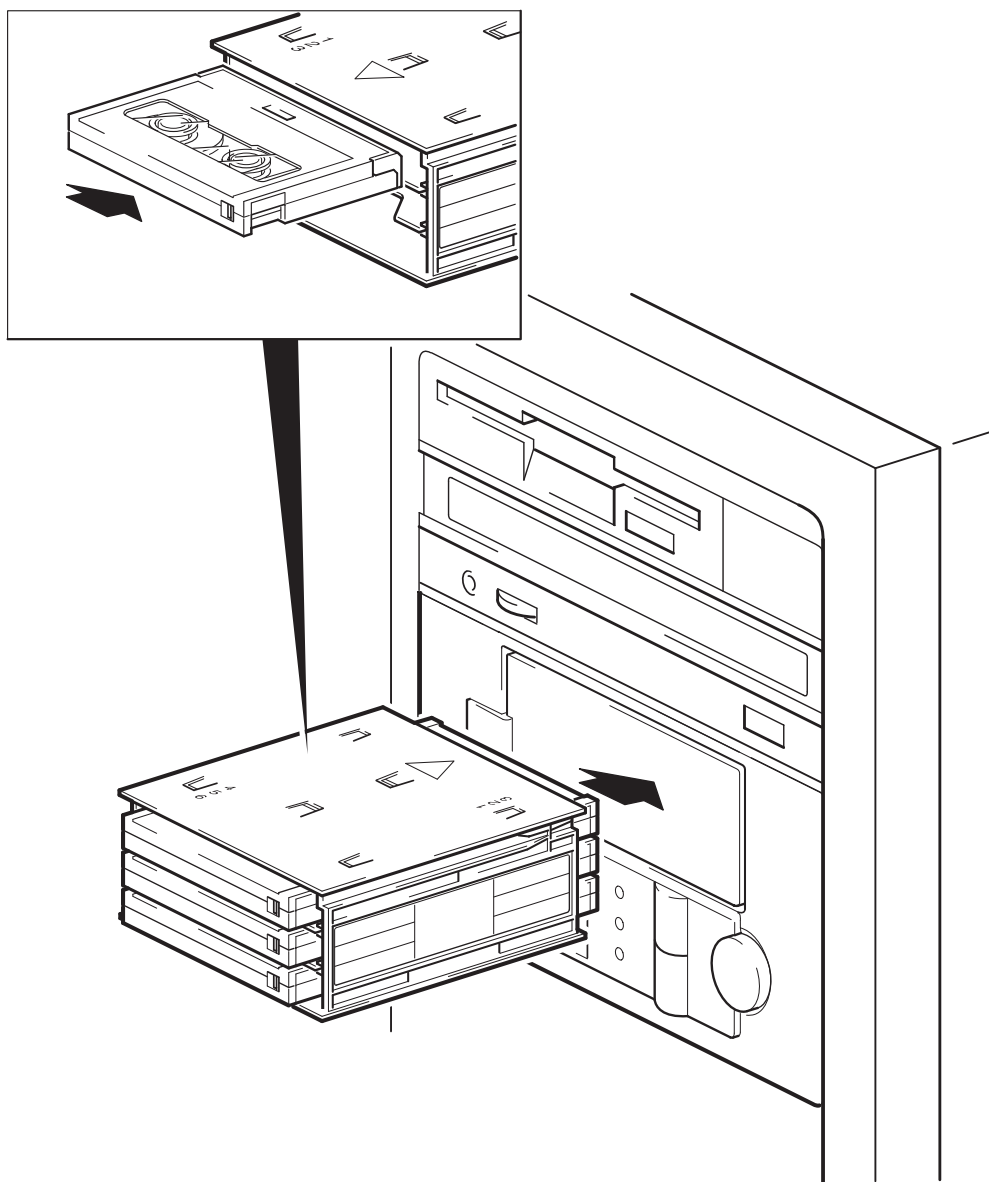

Рис. 11. Загрузка магазина
- 2 Вставьте магазин в приемное отверстие на лицевой панели автозагрузчика. Убедитесь, что большая стрелка находится сверху магазина и направлена в автозагрузчик (см. Рис. 11).